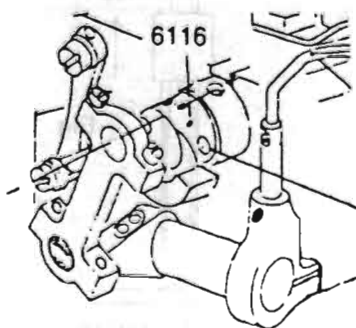

Fig. 21
d) Se não coincidir, regule o excêntrico do movimento da lançadeira (peça 6116) e solte novamente o gabarito, e refaça a regulagem. Fig. 21